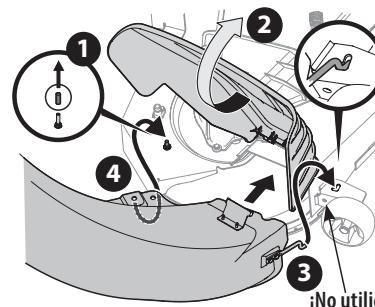

Figura 17
2. Extraiga el tapón protector de goma del pasador de plataforma, 1 in Figura 17.
3. Levante el deflector del canal (2 in Figura 17) sobre la plataforma y sosténgalo mientras ubica la bota sobre la abertura del canal.
4. Inserte el extremo del codo del bota (3) en el orificio suministrado en el montaje de rueda de la plataforma tal como se muestra en el recuadro superior derecho de la Figura 17.
5. Gire la bota hacia atrás hasta que el orificio del codo del bota se alinee con el pasador de la plataforma. Mueva la bota hacia abajo sobre ese pasador, como se indica en 4 de la Figura 17.